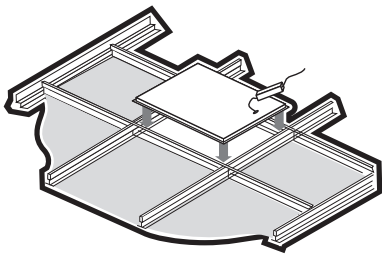

Рис. 2 Схема встраиваемого монтажа светильника PPL 595/R 20W
- 1.7 Светильник – встраиваемый, предназначен для монтажа в стандартные потолки типа «Армстронг» (см. рис. 2).